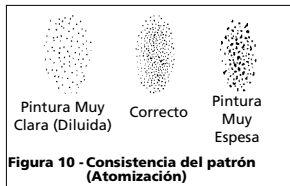

Figura 10 - Consistencia del patrón (Atomización)
4. Oprima el gatillo rápidamente mientras gira la perilla de control en sentido contrario al de las agujas del reloj. Observe el patrón en la pieza de prueba y ajuste la perilla de control de fluido hasta que obtenga el patrón (atomización) deseado (Vea la Figura 10).
5. Si el rocío es muy tosco, reduzca la presión del tanque con el regulador del tanque. Oprima el gatillo rápidamente o abra la válvula para liberar la presión y después aumente la presión poco a poco hasta alcanzar la consistencia deseada en el patrón (Vea la Figura 10).